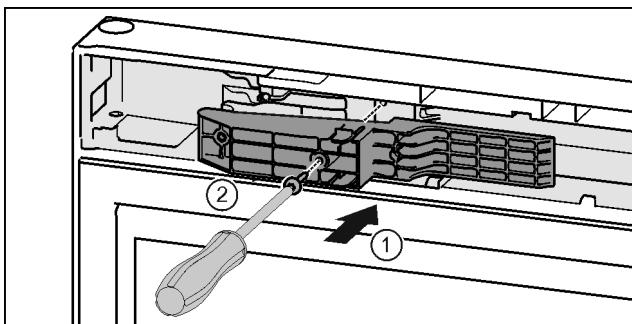

Fig. 48 *
- Adaptér na straně madla vložte do vybrání. Fig. 48 (1)*
- Šroubovákem T15 pevně utáhněte šrouby. Fig. 48 (2)*